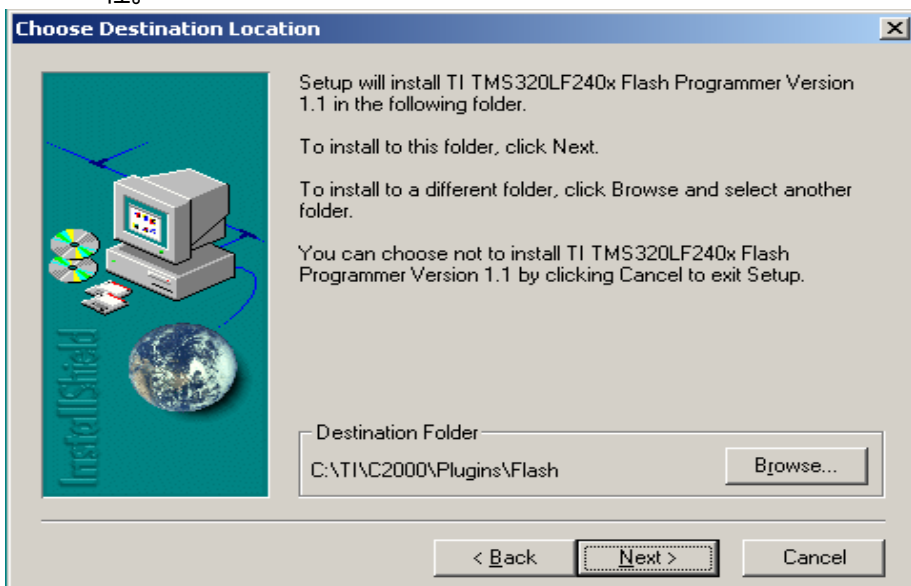

图 6.2 FLASH 烧写插件按装示意图 2
- B. 按照提示点击 NEXT，继续往下安装，在图 6.2 中可以修改安装路径。